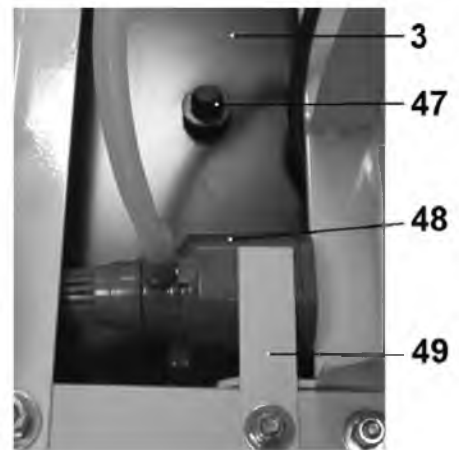

Рис. 17
11.2.1. В поддон (3) установите пробку (47). Надёжно закрепите насос (48) на корпусе поддона (3) под пластину (49). Насос (48), электропровод питания и шланг не должны мешать выполнению работы, Рис. 2.17. Заполните поддон (3) достаточным количеством воды так, чтобы заборная часть насоса (48) была полностью погружена в воду, Рис.17.